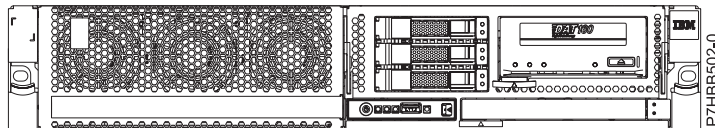

Figura 2. Painel posterior da unidade de disco com banda
11. Remova o dispositivo de suporte de dados premindo-o para cima e, em seguida, puxando o trinco (**A**) para deslizar o dispositivo para fora do sistema. Consulte a Figura 2 ou 3 baseada na configuração do sistema.